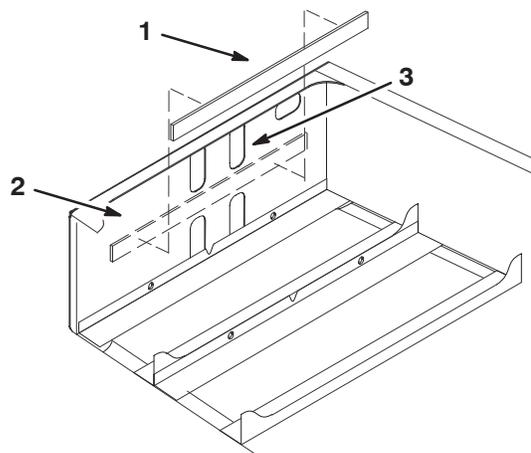

Figura 9
3. Retire la tira adhesiva de la parte de atrás de la almohadilla de la batería e instale ésta en la cara interior delantera del bastidor trasero, según muestra la Figura 9.